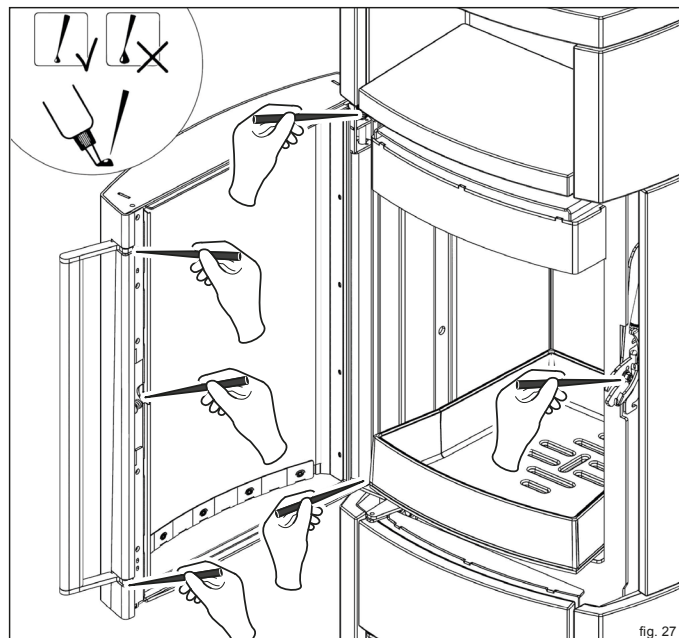

fig. 27
- ▶ Lubrificare i punti con il grasso speciale contenuto nella Startbox (fig. 27).